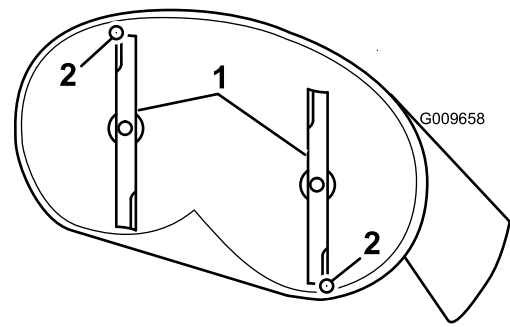

Figura 56
- 5. Mida entre la punta de la cuchilla delantera y la superficie plana y entre la punta de la cuchilla trasera y la superficie plana (Figura 56). Si la punta de la cuchilla delantera no está entre 1.6 y 7.9 mm (1/16 y 5/16 pulg.) más baja que la punta de la cuchilla trasera, ajuste la contratuerca delantera.
- 4. Gire cuidadosamente las cuchillas colocándolas en el sentido de avance de la máquina (Figura 56).
más baja que la punta de la cuchilla más atrasada (Figura 56).